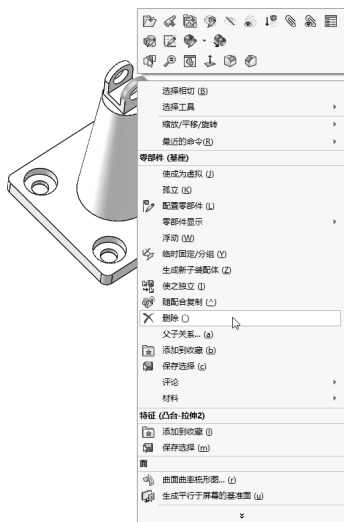
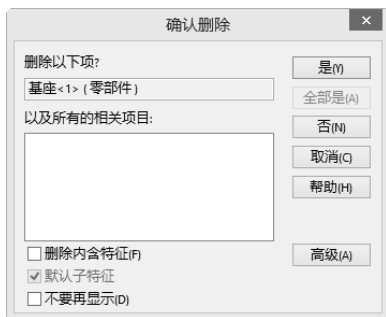

图 5-4 右键快捷菜单
图 5-5 “确认删除”对话框
- 2) 选择菜单栏中的“编辑”→“删除”命令,或按键盘中的〈Delete〉键,或单击鼠标右键,选取图 5-4 所示的快捷菜单中“删除”命令,此时系统打开图 5-5 所示的“确认删除”对话框。